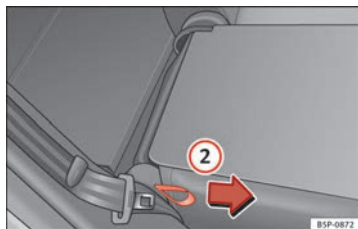

Fig. 93 Levantar el respaldo de los asientos posteriores.
- Tire del lazo situado en el lateral del asiento ⇒ fig. 93 ② en la dirección de la flecha y levante el respaldo hasta que encastre.